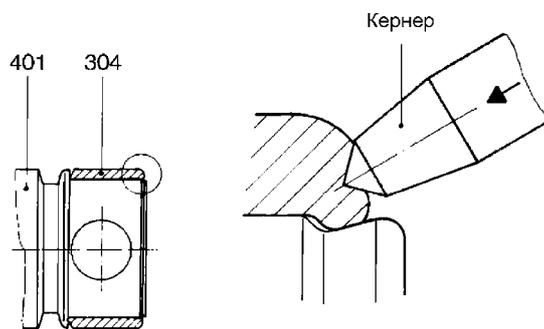

Рис. 8: Стопорение шарнирной муфты
- Надеть шарнирные зажимы (306), манжеты шарнира (308) и шарнирную муфту (304) на шейку шарнирного вала (307).
- Вставить шарнирный вал (307) в головку ротора (401) или съемного вала (125).
- Вставить шарнирный болт (301) в шарнирную втулку (302) и полностью загнать втулки для шарнирного болта (303).
- Если потребуется, гладко отшлифовать шарнирную муфту (304) по наружному диаметру и насадить на головку ротора (401) или съемного вала (125).
- После насадки шарнирной муфты (304) застопорить ее против осевого смещения на головке ротора (401) или съемного вала (125).
- ВНИМАНИЕ** Для этого нужно забить торцевую сторону шарнирной муфты (304) ударом кернера в паз на головке ротора (401) или съемного вала (125) (см. рис. 8).